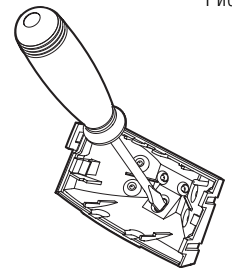
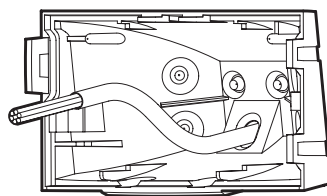

Рис.8
Рис.9
4. Выдавить отверткой отверстие для ввода проводов (Рис.8) и ввести провода от блока питания и шлейфа сигнализации в основание (Рис.9).